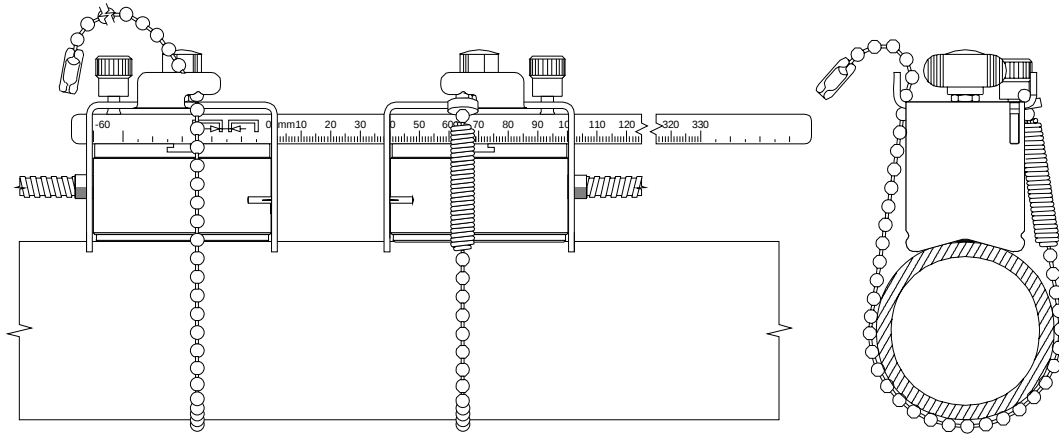

Abb. 6.6: Mit Anklemmschuhe und Ketten befestigte Sensoren
- Schieben Sie das Lineal in den seitlichen Schlitz der Schienen (siehe Abb. 6.6). Richten Sie den Sensorabstand entsprechend dem von FLUXUS empfohlenen Wert ein und blockieren Sie die Sensoren mittels der kleinen Kunststoffschrauben an der Sensorkabelseite der Anklemmschuhe.